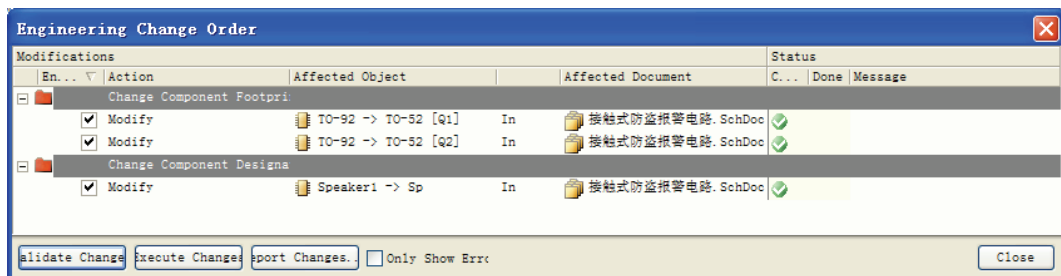

图 11-29 校验后的 ECO 对话框
(3) 单击校验改变 按钮，检查改变是否有效。如果所有的改变均有效，“Status”栏中的“Check”列出现对号，否则出现错误符号。如图 11-29 所示。